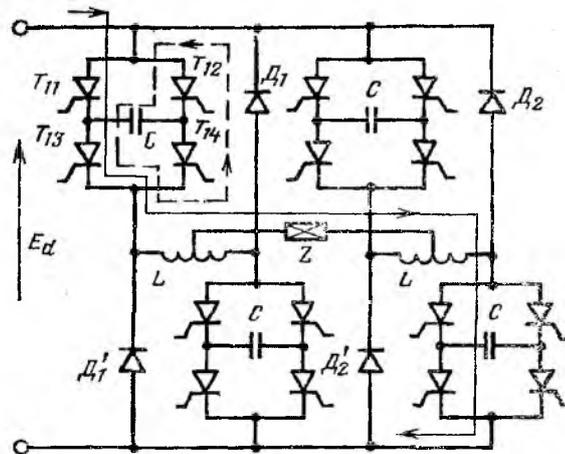

Рис. 24. Однофазный инвертор с разделным выключением тиристоров
30. Однофазный инвертор со схемой, представленной на рис. 24, питает индуктивную нагрузку с незначительным активным сопротивлением. Тиристоры управляются таким образом, что кривая напряжения на нагрузке соответствует кривой, показанной на рис. 25. Вообще же система управления такого инвертора может обеспечивать коммутации в отдельных ветвях в разные интервалы времени, при этом исключается взаимное влияние коммутаций в различных ветвях. Определить параметры цепи коммутации, если  $E_d = 10$  В,  $L = 1$  мГн,  $f = 100$  Гц и  $t_{\text{вос}} = 50$  мкс.